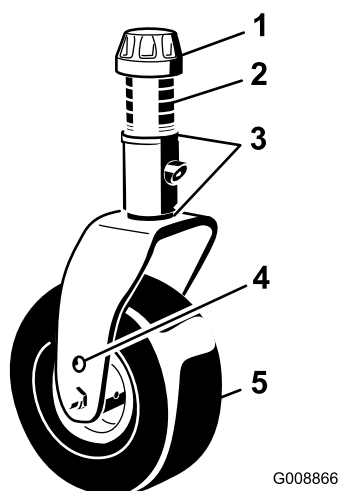

Figure 27
3. Ajoutez ou retirez des cales de 3 mm sur la fourche d'une ou de plusieurs roues pivotantes pour que la hauteur de coupe corresponde à celle indiquée sur l'autocollant (Figure 27) ; voir Réglage de l'inclinaison du plateau de coupe (page 62).